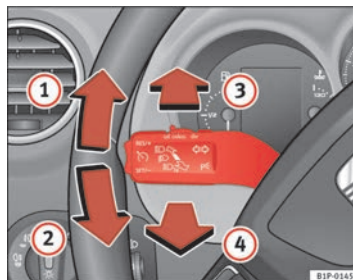

Abb. 76 Blinker- und Fernlichthebel
⇒ Seite 130, Abb. 76 ①, um **rechts** zu blinken bzw. nach unten
②, um **links** zu blinken.
- Drücken Sie den Hebel bei eingeschaltetem Abblendlicht nach vorne ⇒ Seite 130, Abb. 76 ③, um das Fernlicht einzuschalten.
- Ziehen Sie den Hebel zum Lenkrad ⇒ Seite 130, Abb. 76 ④, um das Fernlicht wieder auszuschalten.